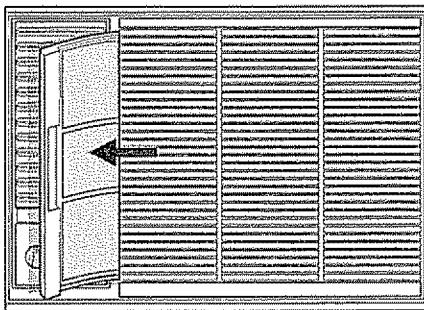

Figure 2
- Les modèles avec volets à 6 directions possèdent un filtre qui se glisse vers l'extérieur. Saisissez la poignée moulée dans le filtre et tirez-la vers la gauche pour le sortir du panneau avant (figure 2)